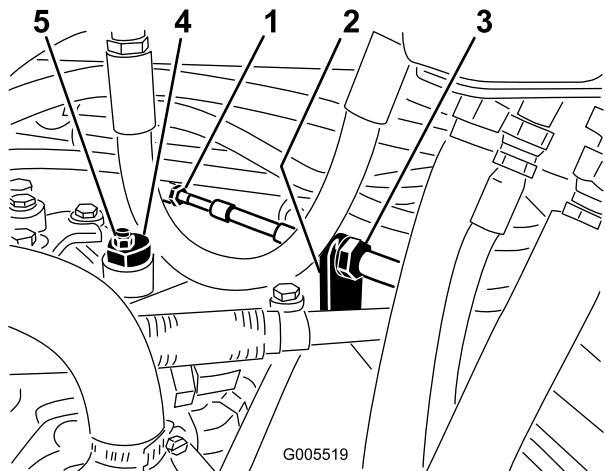

図 54
- 走行ケーブルを油圧トランスマッisionのバルクヘッドに取り付けているジャムナット（図 54）を両方ともゆるめる。ジャムナットは調整ができるよう十分に、また均等にゆるめること。
注 偏芯ナットをトランスマッision上部に止めているナット（図 54）をゆるめる。
- どちらにも車輪が回らないように偏芯ナットを回して調整する。調整ができたら固定ナットを締める（図 54）。スロットルSLOWおよびFAST位置で調整が正しいことを確認する。
- バルクヘッドのそれぞれの側から、ロックナットを均等に締め付けて、ケーブルを固定する（図 54）。ケーブルをねじらないように注意すること。